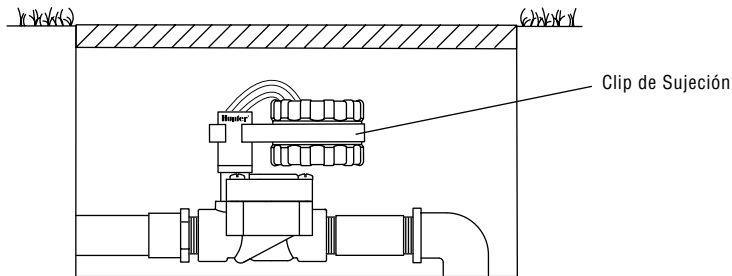

Figura 1
**Para instalar el programador SVC a una electroválvula (Figura 1):**